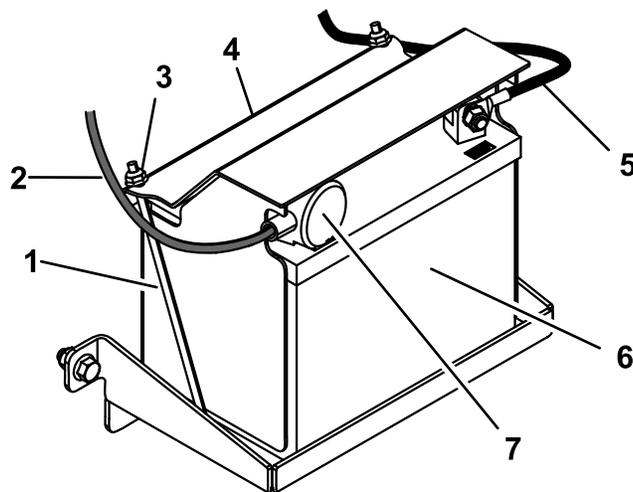

Рисунок 27
4. Наденьте красный изоляционный колпачок на положительную клемму аккумуляторной батареи (Рисунок 27).
1. Поместите аккумуляторную батарею на поддон и закрепите ее при помощи крышки аккумуляторной батареи, двух крепежных стержней и двух гаек (Рисунок 27).